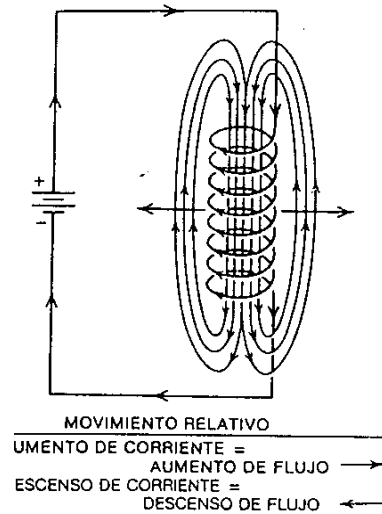

Fig. 3
3. Las líneas de flujo de un campo magnético se expanden o se desploman cuando el flujo de la corriente aumenta o disminuye a través del conductor. Fig. 3